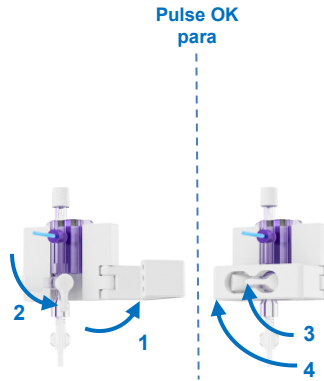

Figura 25 Puesta a cero del sensor de presión
- Abra el soporte del porta sensor de presión para acceder a la válvula del sensor de presión (véase la Figura 25; paso 1). Tal y como se indica en la pantalla (véase la continuación), gire la válvula del sensor de presión hacia abajo para abrir el sensor y medir la presión atmosférica (paso 2).
- En el menú de la unidad de bombeo, pulse el botón OK para poner a cero el sensor a la presión atmosférica. El paso de puesta a cero de la presión durará 8 segundos (véase la Figura 25).
- Vuelva a colocar la válvula del sensor de presión en posición horizontal (véase la Figura 25; paso 3, y la **Error! Reference source not found.**) y cierre el soporte del porta sensor de presión para proteger la válvula de una apertura involuntaria (paso 4). Pulse OK en la unidad de bombeo para continuar.
- En el caso de que el Liver Assist no pueda determinar si el sensor de presión está correctamente conectado al circuito de perfusión, compruebe si la posición de la válvula del sensor de presión está en posición horizontal, (véase la Figura 25, paso 3). Pulse OK si la válvula del sensor de presión está en posición horizontal.